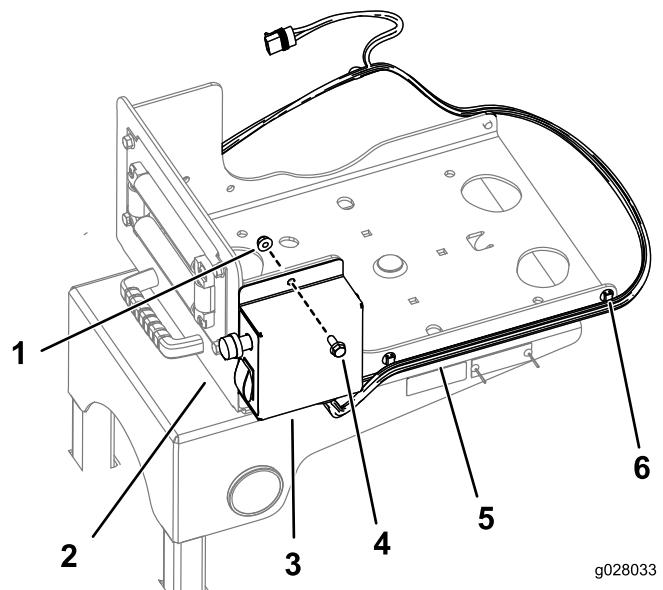

Figure 10
3. Fixez le boîtier d'interrupteur sur la plaque pivotante au moyen de 2 boulons (5/16-18 x 1/4 po, GR5) et 2 écrous à embase (5/16-18 po), comme montré à la Figure 10.
4. Fixez le faisceau de câblage sur les côtés de la plaque pivotante au moyen des clips existants (Figure 10).